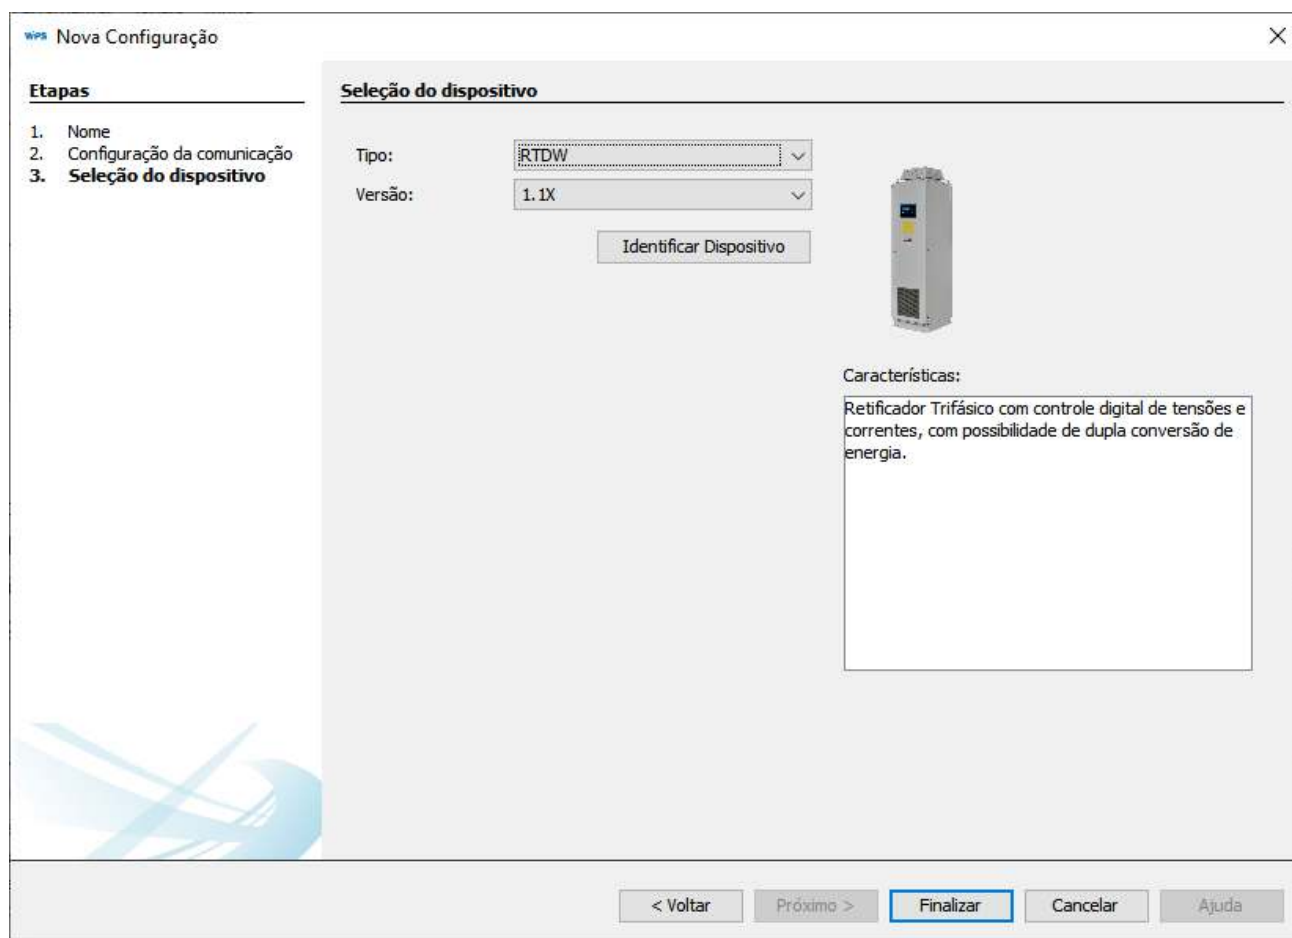

Figura 6.39: Configuração do dispositivo
- Avance para a próxima tela de seleção do dispositivo, conforme mostra a Figura 6.39 na página 6-45.